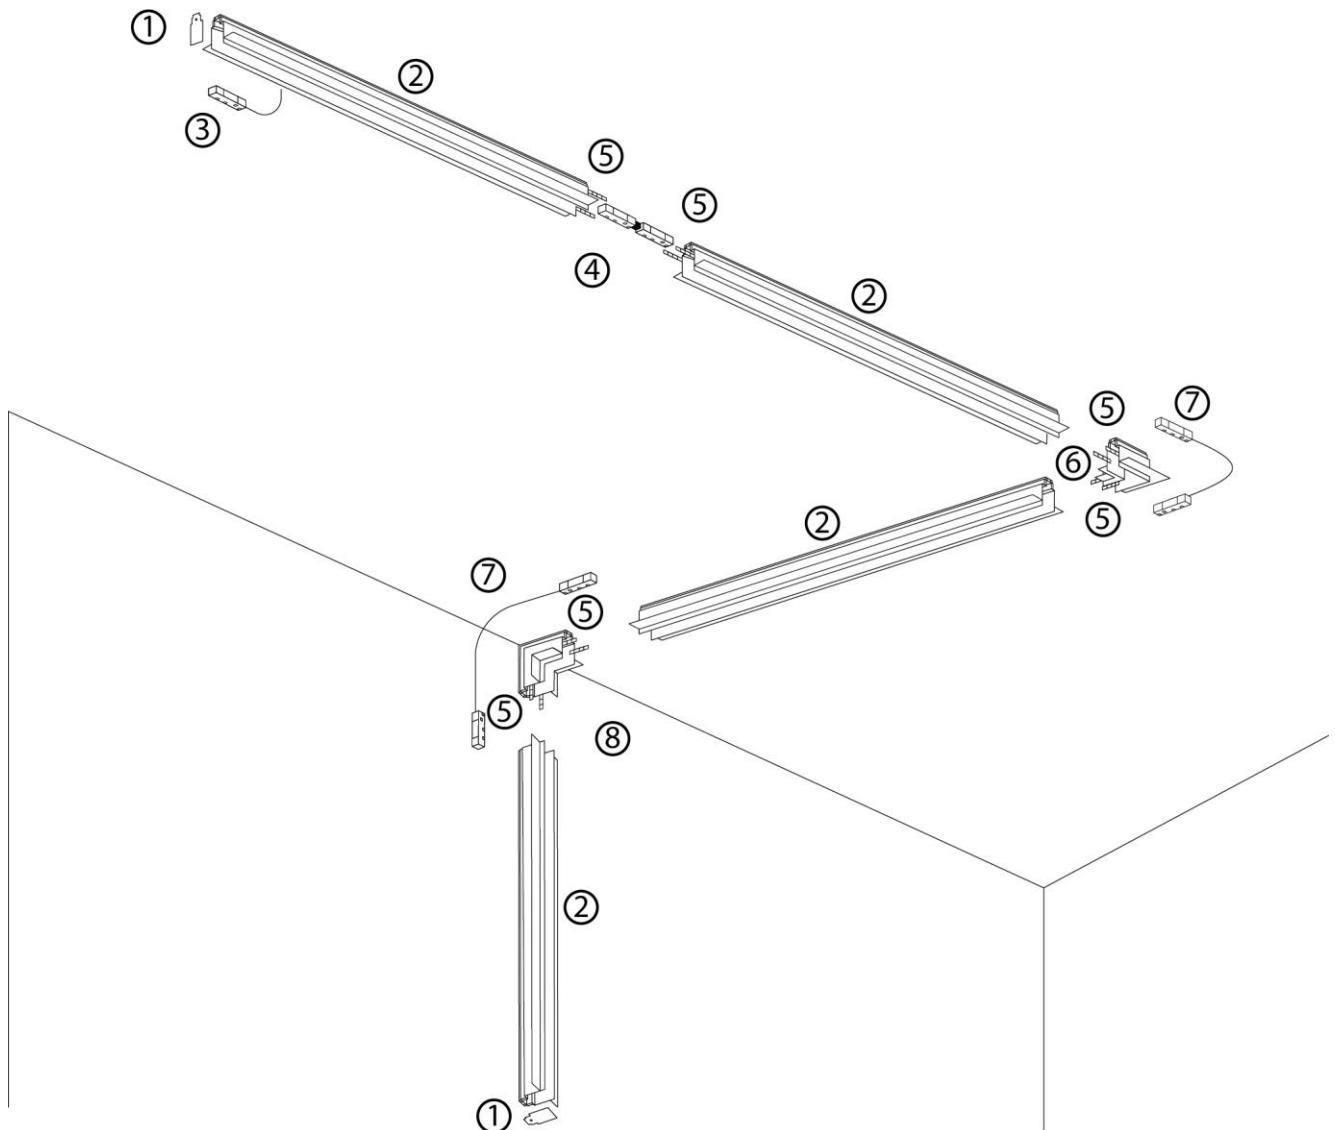

Рис. 2 Схема установки шинопровода CABM1001
- 5.3 Соберите необходимую вам систему шинопровода по аналогии со схемой, как показано на Рис. 2.